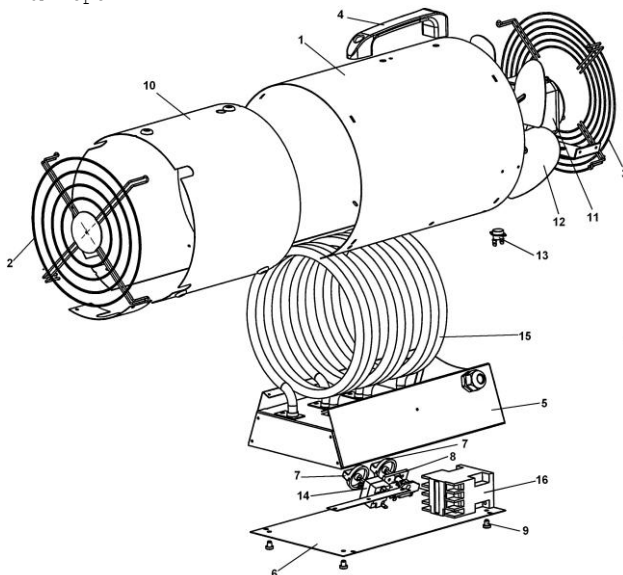

Рис.1
**Соответствие положений ручки переключателя режимов работы (7) (рис.1) :**
Переключатель 8(рис.1) на четыре положения предназначен для установления режимов работы.
Термостат 13(рис.1) отключает ТЭН в случае аварийного (ненормального) режима работы (перекрыто входное или выходное отверстие, перегрев вследствие остановки электродвигателя).
Терморегулятор (капиллярный термостат) 14 (рис.1) предназначен для автоматического поддержания температуры в помещении на заданном уровне. При достижении заданной температуры терморегулятор отключает нагревательный элемент, оставляя включенным вентилятор. При понижении температуры всасываемого воздуха на 3-5°C вновь включает нагрев.
Установить переключатель режимов работы (8) рис. 1 тепловентилятора положение «0» (отключено).
Переключатель режимов (8) рис.1 установить в выбранный режим. Установка режима автоматического поддержания температуры для тепловентилятора выставляется следующим образом:
Ручку (7) терморегулятора (14) рис.1 повернуть против часовой стрелки до упора;
Переключатель режимов работы (8) рис. 1 установить в положение нагрева. В этом случае тепловентилятор работает в режиме вентилятора. Плавно поворачивать ручку (7) терморегулятора (14) рис.1 по часовой стрелке до щелчка включения терморегулятора, который произойдет при совпадении уставки терморегулятора с температурой окружающего воздуха. Повернуть ручку (7) терморегулятора (14) рис. 1 по часовой стрелке еще на некоторый угол. Терморегулятор не имеет отградуированной шкалы по температуре и установка ручки на желаемую температуру в помещении уточняется (определяется) потребителем в процессе эксплуатации.
установить переключатель режимов работы (8) рис. 1 в режим вентилятора «1». В этом режиме крыльчатка будет вращаться, а ТЭН будет отключен.
установить переключатель режимов (8) рис. 1 в положение «0» - отключено. В случае длительного перерыва в работе тепловентилятора вынуть вилку шнура питания из розетки.
- переключатель режимов работы (8) рис. 1 установить в положение «0» (отключено);
- переключатель режимов (8) рис. 1 установить в положение «1» (вентилятор)
- переключатель режимов (8) рис. 1 установить в положение «1» (вентилятор) и по наличию воздушного потока убедиться во вращении крыльчатки (12). После этого можно включить нагрев.